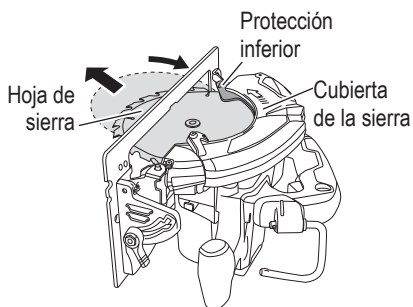

Fig. 15
- (2) Mientras sostiene el extremo de la protección inferior para mantener la protección inferior totalmente replegada dentro de la cubierta de la sierra, retire la hoja de sierra. (Fig. 15)